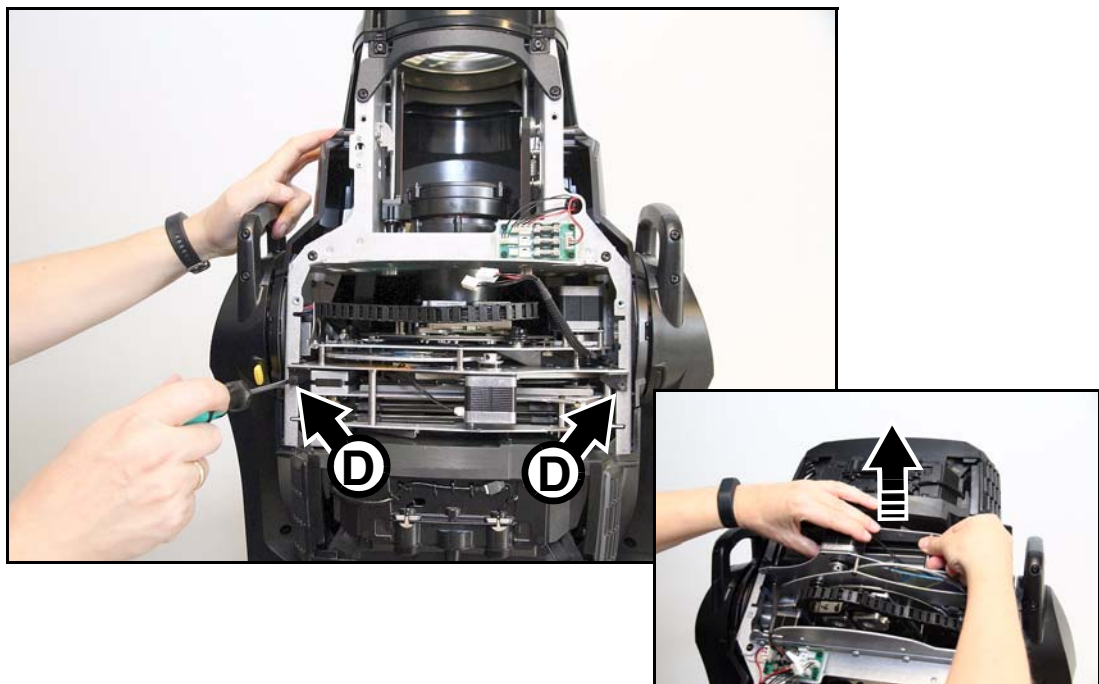
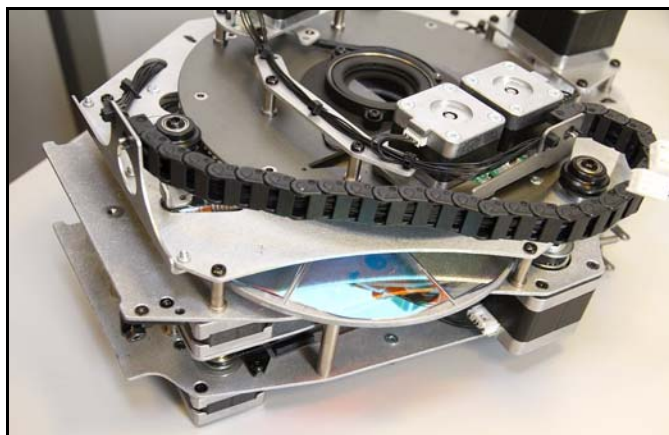

Figure 11: Démontage du multi-module
Figure 12: Multi-module posé sur une surface de travail
3. Voir Figure 11. Dévissez les deux vis Torx 20 (fléchées ci-dessous en **D**) pour libérer le multi-module. Positionnez la tête, lentille frontale vers le bas puis soulevez le module hors de son logement et placez-le sur une surface de travail comme illustré en Figure 12.